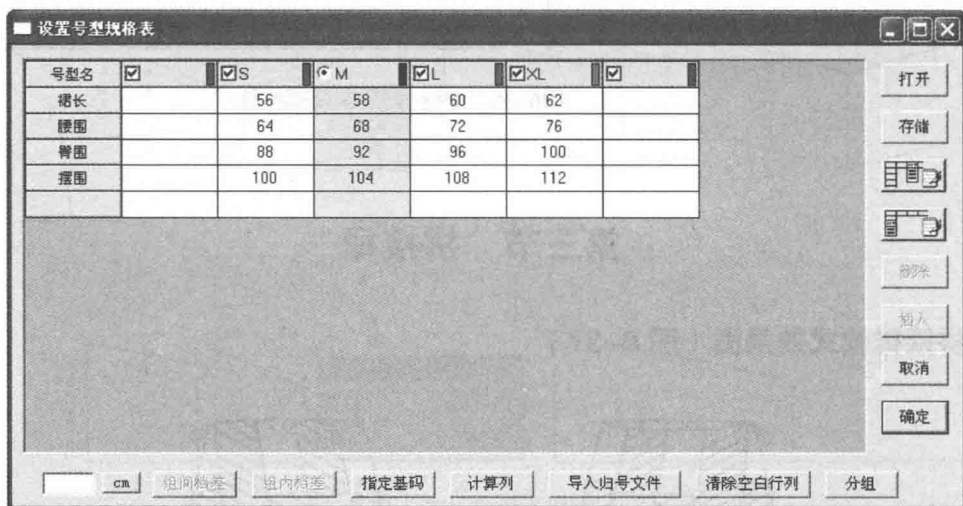

图6-38 设置号型规格表
(1) 单击【号型】菜单—【号型编辑】，在设置号型规格表中输入尺寸(图 6-38)。